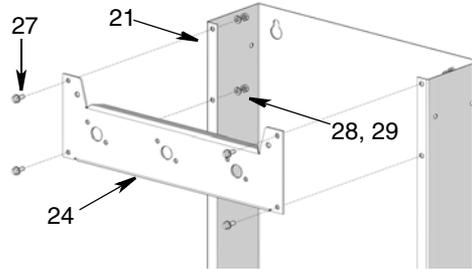

ABB. 6
3. Montageplatte des Zählers (24) mit den Schrauben (27), den Sicherungsscheiben (28) und Muttern (29) und den vorhandenen Löchern an der Zapfhülle (21) befestigen. Ziehen Sie die Muttern gut fest. Die richtige Montageausrichtung für diese Teile finden Sie in ABB. 6.